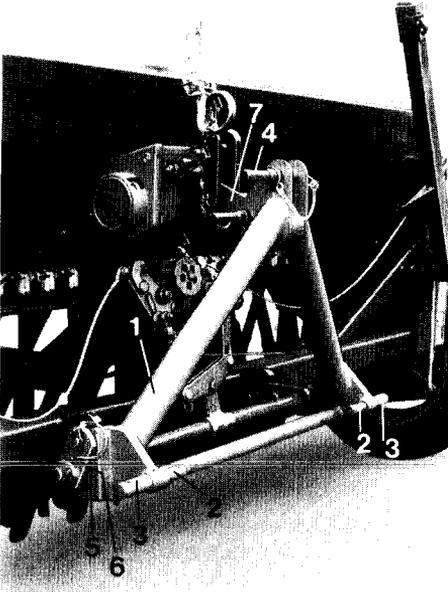
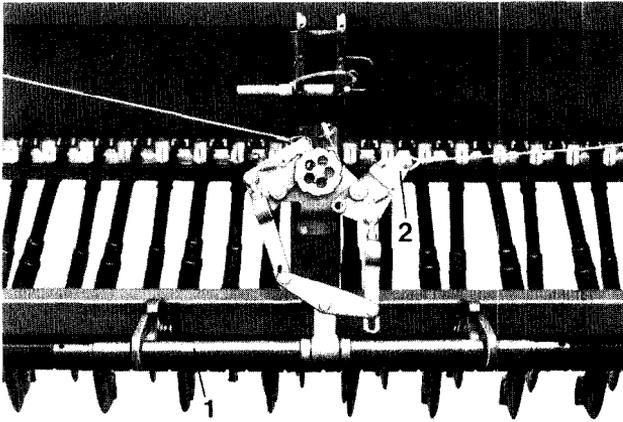
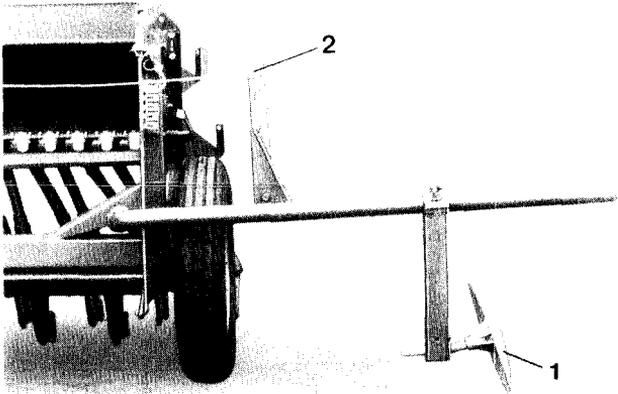

Fig. 42
Fig. 48
Fig. 49
Pour augmenter le débattement entre le semoir et le tracteur, il est possible d'utiliser le dispositif d'attelage rapide (fig. 42/1).
- sur les tracteurs avec attelage catégorie I, par les axes (fig. 42/2) intérieurs au cadre
- sur les tracteurs avec attelage catégorie II, par les axes (fig. 42/3) extérieurs au cadre.
Fixer et goupiller le bras supérieur à l'aide de l'un des deux axes catégorie I ou catégorie II représenté sur la fig. 42/4.
Pour atteler, accrocher les crochets (fig. 42/5) à la barre d'attelage inférieure du semoir, repousser de chaque côté les attaches de sécurité (fig. 42/6) par-dessus les extrémités des axes et goupiller.
Accoupler le bras supérieur du semoir au moyen de la chappe d'attelage (fig. 42/7) à l'attelage rapide. Régler la longueur du bras supérieur de manière à ce que la paroi arrière du semoir soit verticale au sol.
L'inverseur automatique des traceurs (fig. 48) inverse automatiquement les traceurs en bout de champ. En relevant le semoir avant d'effectuer le virage en fourrière, la barre d'attelage flottante inférieure (fig. 13/1) se soulève ce qui actionne le mécanisme de l'inverseur. Lorsque le semoir est levé, les 2 traceurs se relèvent. Lorsque le semoir est reposé au début du passage suivant, le traceur qui ne travaillait pas au cours du passage précédent, s'abaisse automatiquement.
L'inverseur automatique à action mécanique est relié à la barre oscillante de l'attelage inférieure (fig. 48/1). Lorsque le semoir est relevé, la barre oscillante se soulève et actionne le mécanisme de l'inverseur.
Attelez le semoir au tracteur. Lorsque le semoir est en position «baissé», la plaque de commande (fig. 48/2) côté gauche, par exemple, s'abaisse avec le traceur gauche (fig. 49/1). Fixer l'extrémité du câble (fig. 42) à l'une des 5 perforations de la barre de sécurité, de telle manière à ce que le câble soit légèrement détendu dès que les disques des traceurs reposent sur la surface de passage de roue. Ceci limite la pénétration du traceur dans le sol à une profondeur de 6 à 8 cm.
Soulevez puis abaissez aussitôt le semoir à l'aide du relevage hydraulique du tracteur. La plaque de commande côté gauche (fig. 48/2) bascule vers l'intérieur, et la plaque de commande côté droit pivote vers l'extérieur. Fixer alors l'extrémité du câble droit au traceur de droite comme indiqué ci-dessus.